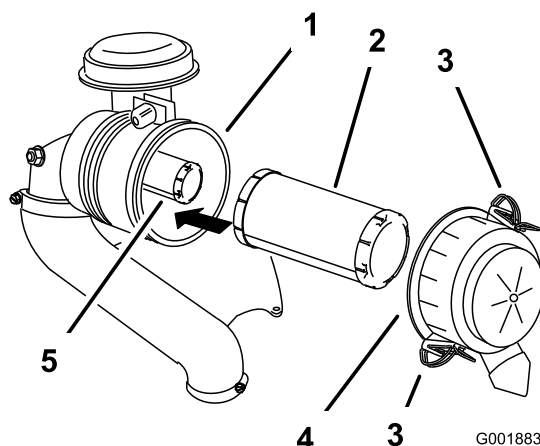

Figura 34
3. Abra los cierres del limpiador de aire y tire de la tapa de la entrada de aire para separarla del cuerpo del limpiador de aire (Figura 34).
5. Extraiga con cuidado el filtro primario de la carcasa del limpiador de aire (Figura 34).
- Si va a cambiar el filtro interno, deslícelo cuidadosamente en el cuerpo del filtro (Figura 34).
- Deslice cuidadosamente el filtro primario por encima del filtro de seguridad (Figura 34).
- Instale la tapa del limpiador de aire y fije los cierres (Figura 34).